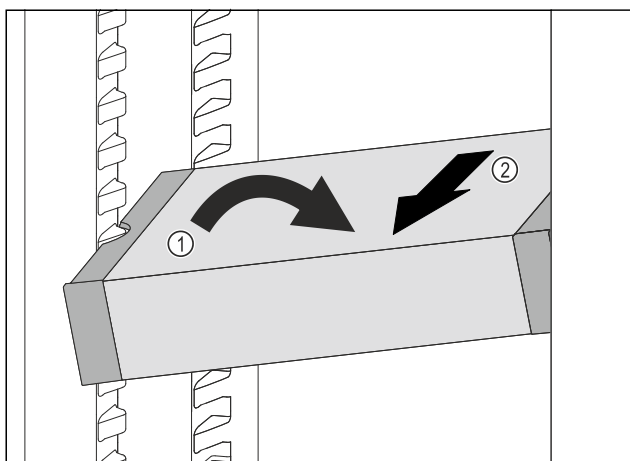

Fig. 114
- VarioSafe postavte v chladničce šikmo. Fig. 114 (1)
- VarioSafe odeberte směrem dopředu. Fig. 114 (2)